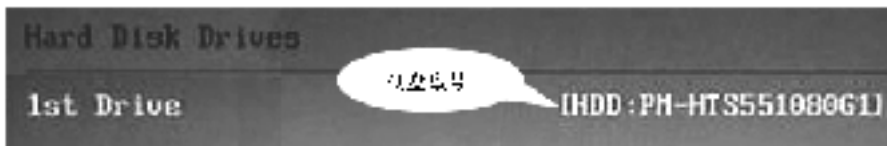

图 2-10 硬盘驱动器顺序设置界面
3) 硬盘驱动器顺序。硬盘驱动器顺序设置界面如图 2-10 所示。该项目用于设置硬盘的启动顺序，还可以看到硬盘型号。